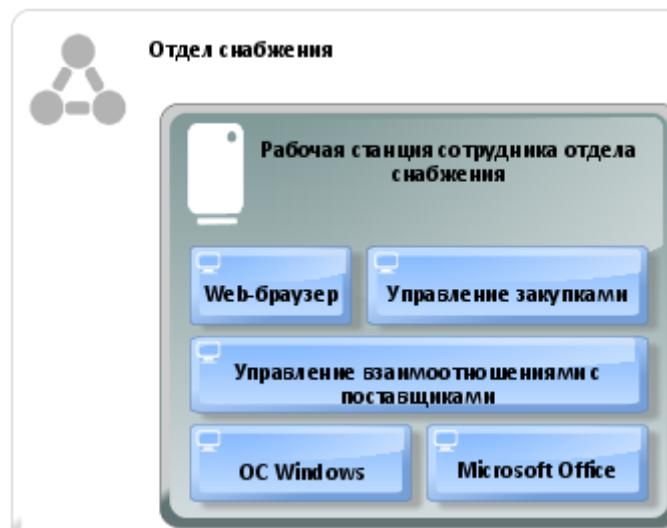

Рисунок 4.8
7. В область объекта «Отдел снабжения» поместить объект «Hardware», назвав его «Рабочая станция сотрудника отдела снабжения», в область которого, в свою очередь, необходимо поместить следующие объекты «IT system» (рисунок 4.8):